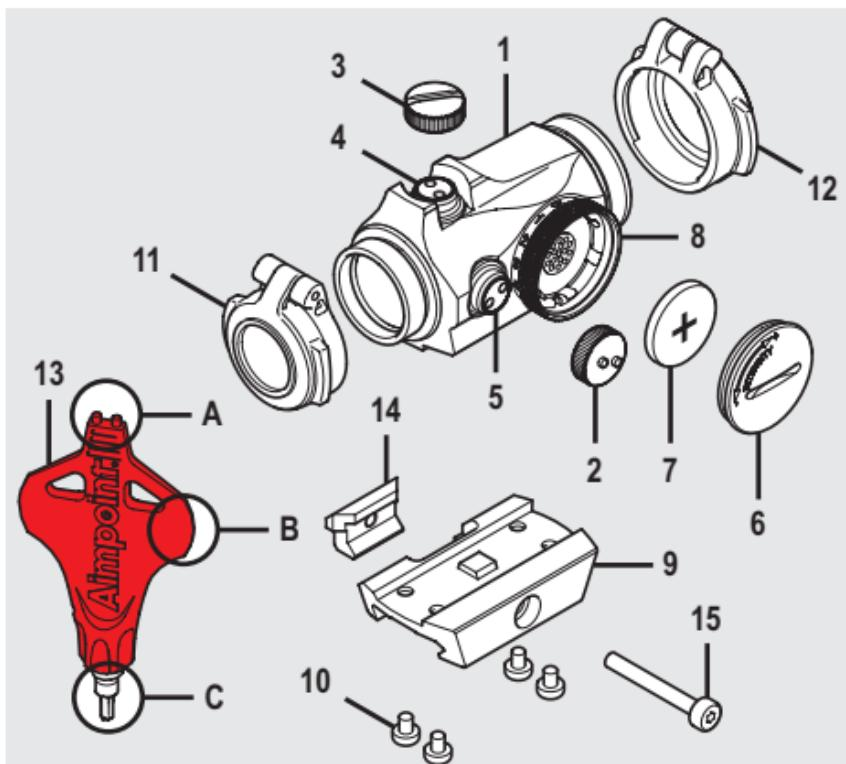

Abb. 1
- a Batteriedeckel (6) mit Werkzeug (13B) entfernen.
- b Die Batterie (7) mit der Plusseite (+) zum Batteriedeckel (6) hin einsetzen wie in Abb. 1 zu sehen ist.